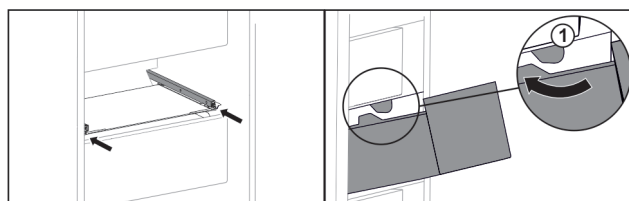

Fig. 136
- ▶ Far passare il cassetto intorno ai fermi Fig. 136 (1).